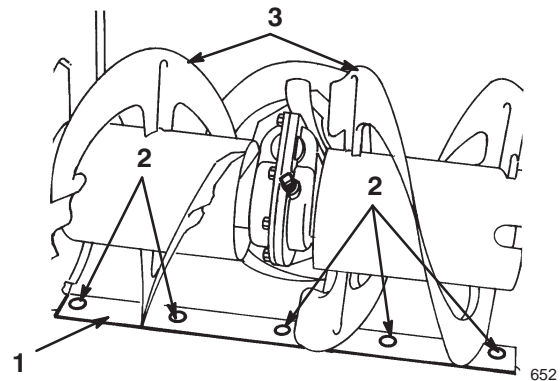

Bild 20
1. Kufe (2)
2. Bundmutter (4)
3. Seitenplatte der Schnecke (2)
6. Stützen Sie die Schneckenblätter so ab, dass sie 3 mm vom Boden entfernt sind (Bild 20).
8. Lösen Sie zur Einstellung der Schürfleiste die fünf Schrauben (Bild 20), richten die Leiste aus und ziehen die Befestigungsschrauben wieder fest.